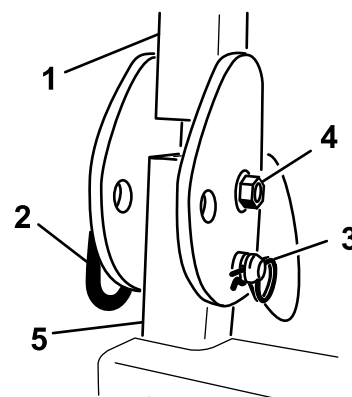

Figure 4
1. Retirez les goupilles fendues puis les deux axes de l'arceau de sécurité (Figure 4).
2. Relevez complètement l'arceau de sécurité puis insérez les deux axes et fixez ces derniers avec les goupilles fendues (Figure 4).